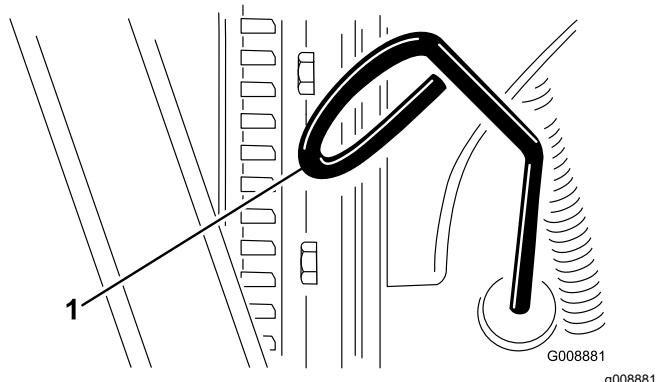

Рисунок 61
- Выньте масломерный щуп (Рисунок 61) и протрите его чистой ветошью.